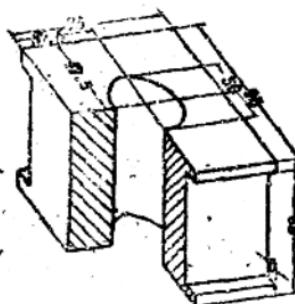

图 1-8 轴承
**轴承** 用钢经过车床加工制成。它的尺寸和形状见图1-8。它的作用可以支持轴，装配时将轴穿过它中间的那个圆孔。